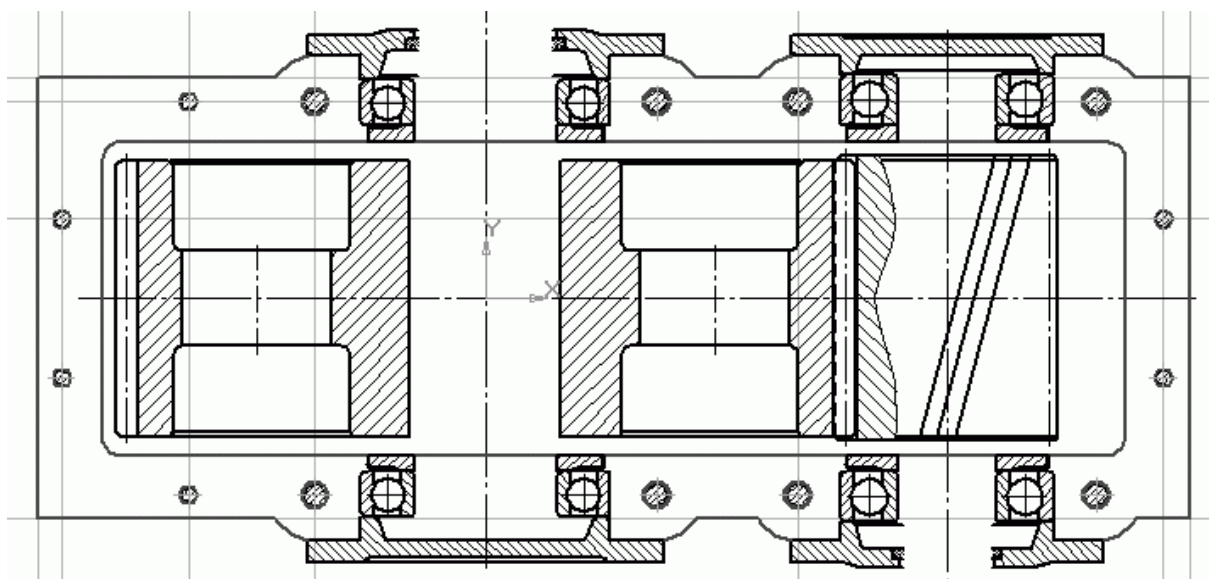

Рис. 2.96. Завершающий этап рисования корпуса
8. Нажмите кнопку Непрерывный ввод объектов и обведите контур фланцев корпуса (рис. 2.96). Удалите всю вспомогательную геометрию с чертежа. Используя команду Скругление, создайте четыре скругления радиусом 16 мм по углам фланцев. Отредактируйте положение горизонтальной осевой, выравнивая ее харак-